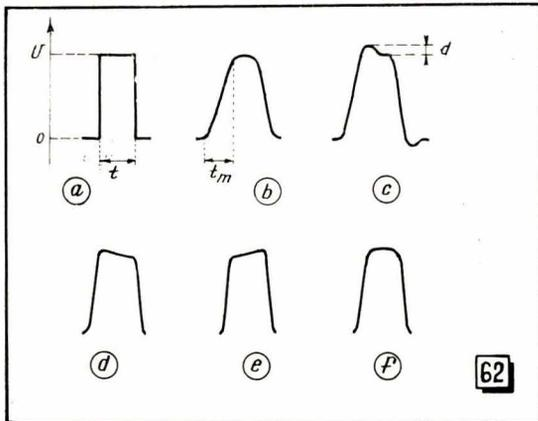

Fig. 62. — Une impulsion parfaitement rectangulaire (a) est déformée après le passage à travers un amplificateur ou un circuit « réactif ».
Dans un amplificateur ou un détecteur vidéo, on cherche à transmettre ou à amplifier les transitions brutales d'un état extrême à un autre, c'est-à-dire des phénomènes dont la durée, théorique, est nulle. L'exemple classique d'un tel fonctionnement est fourni par la réponse d'un amplificateur à une impulsion parfaitement rectangulaire appliquée à son entrée (fig. 62 a) : la tension passe en un temps nul de zéro à un certain niveau U, s'y maintient parfaitement stable pendant un temps t et retombe aussi brutalement à zéro.
1. — En allongeant plus ou moins le temps de passage d'un état extrême à l'autre, c'est-à-dire le temps de montée t_M de la figure 62 b (ou le temps de descente) ;
2. — En provoquant une sorte de dépassement du niveau normal vers le haut, et aussi vers le bas (fig. 62 c) ;
3. — En introduisant une déformation du palier supérieur de l'impulsion, soit par un affaissement, soit par un relèvement, soit enfin par un arrondissement (fig. 62 d, e et f).